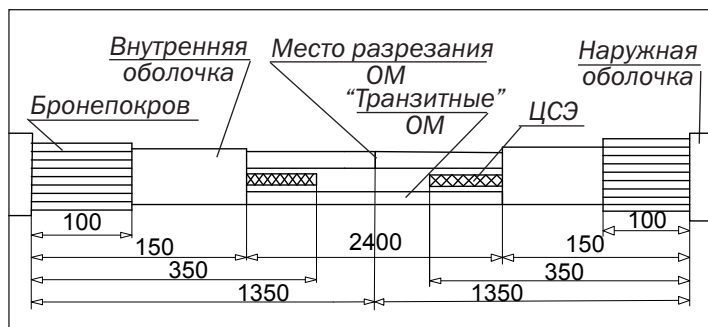

Рисунок 4.38 - Разделка ОК
4.5.1.4 Разрезать наружную оболочку ОК на расстоянии 1,35 м в каждую сторону от середины участка ОК (рисунок 4.38), применяя стриппер (кабельный нож) FK28. Удалить отрезанную оболочку.